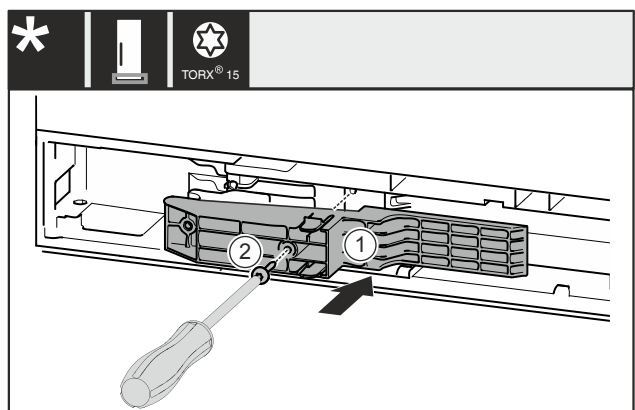

Fig. 48 *
- Placer l'adaptateur Fig. 48 (1) côté poignée dans l'évidement.*
- Serrer la vis Fig. 48 (2) avec un tournevis.*